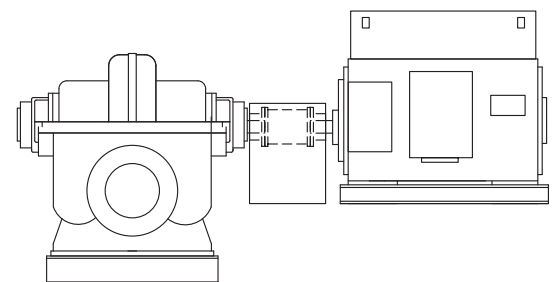

Рис. 5 Насос с электродвигателем и отдельными рамами-основаниями
5. Насос с электродвигателем и отдельными рамами-основаниями (см. рис. 5).